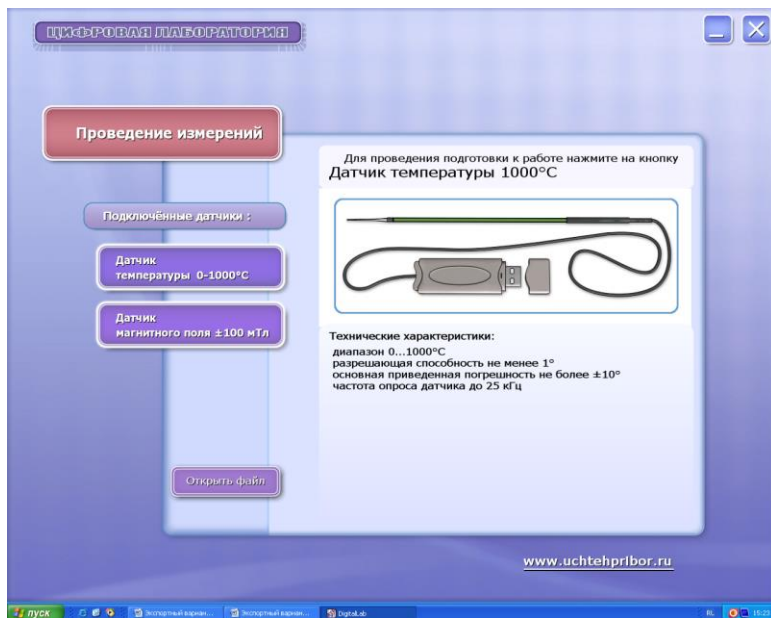

Рис. 4
- 5.6. При подведении маркера «мыши» к кнопке выбора датчика на экран выводится краткая информация об используемом датчике (см. рис. 4, 5).